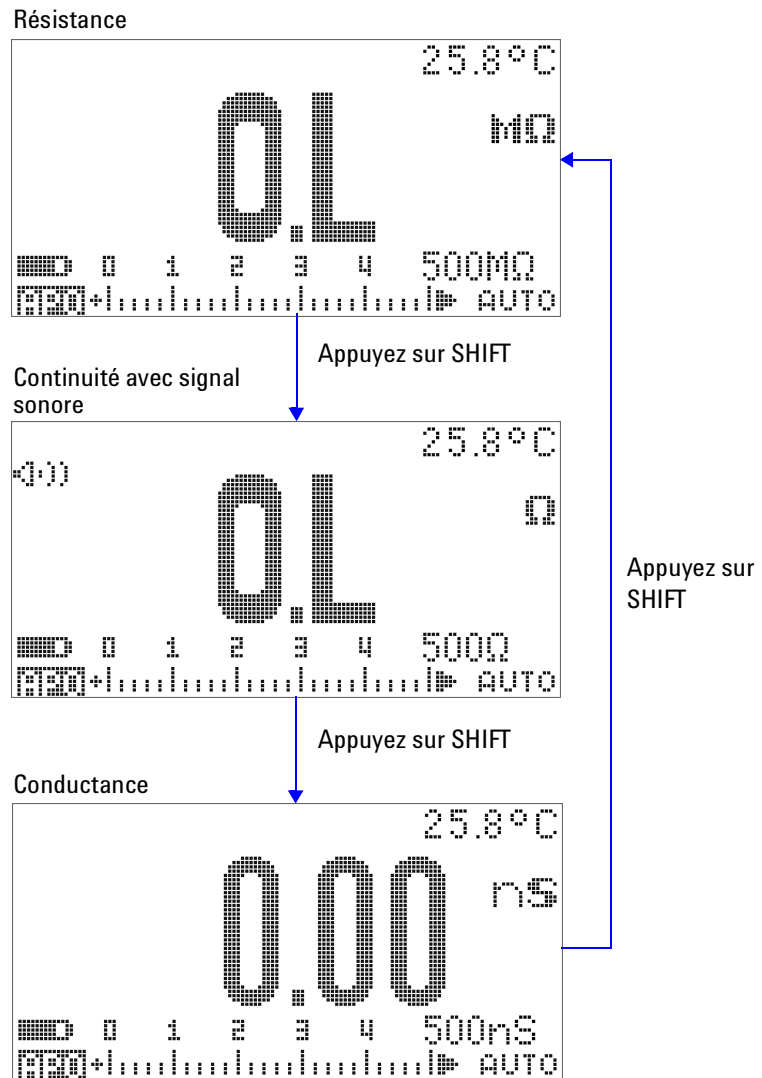

Figure 2-8 Tests de résistance, continuité avec signal sonore et conductance
- 4 Appuyez sur  pour afficher successivement le test de continuité avec signal sonore ( ou , selon la configuration), la mesure de conductance () et la mesure de résistance () comme indiqué à la Figure 2-8 à la page 42.